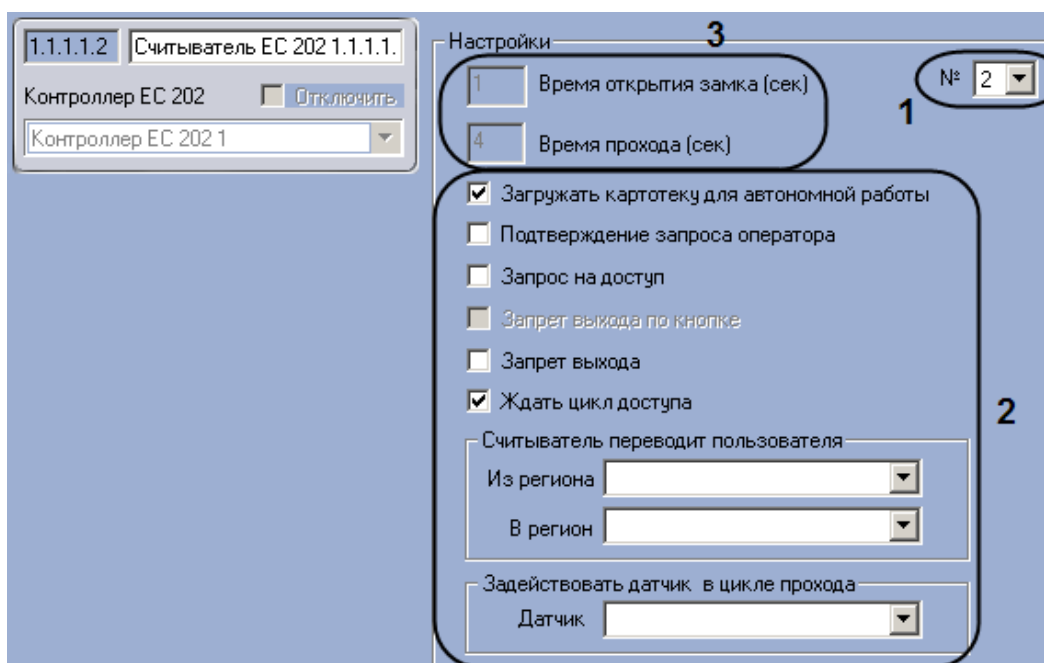

Рис. 3.5—11 Настройка второго считывателя контроллера *Кодос ЕС 202* в режиме одной двери
2. Установить аппаратный адрес равным двум, выбрав его из раскрывающегося списка № (см. Рис. 3.5—11, 1).
3. Произвести настройку параметров (см. Рис. 3.5—11, 2) по аналогии с первым считывателем (см. п. 3.5.5.1).